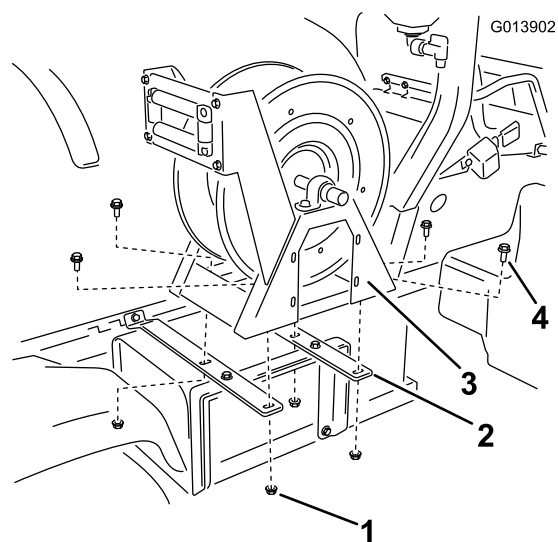

Figure 10
5. Fixez le dévidoir aux barrettes de maintien (Figure 10) à l'aide de 4 boulons à embase (3/8 x 1/ pouce) et 4 écrous à embase (3/8 pouce).